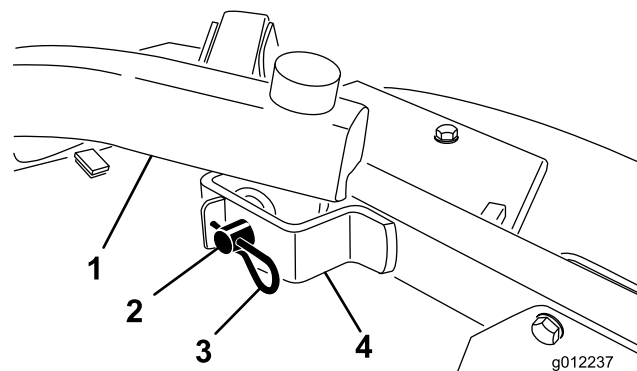

Figura 24
2. Rimuovete le coppiglie e i perni con testa che fissano i bracci di sollevamento alle staffe dei bracci delle ruote orientabili (Figura 24).